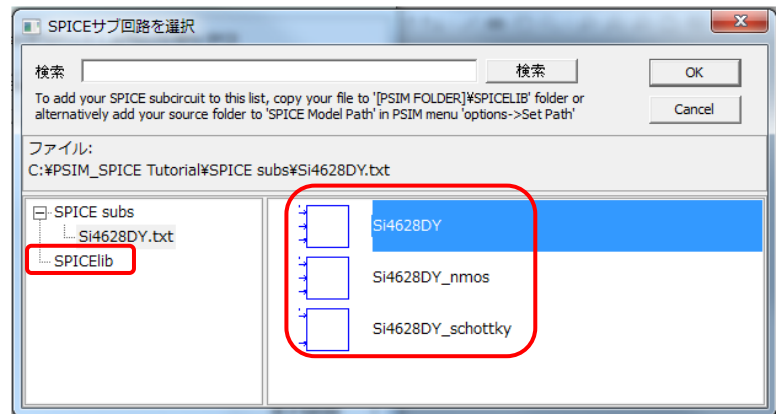

図 2-17 SPICE サブ回路選択画面
- ・ “New SPICE Element” のボタンをクリックします。図 2-17 のように PSIM のパス設定ですでに設定されたファイルのすべてのモデルとサブサーキットが表示されます。